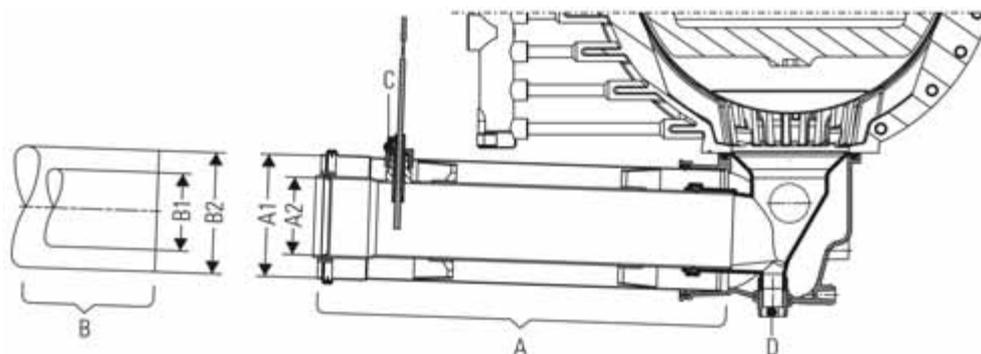

Figura 3-6 Misure dei raccordi LAS Collegamento della caldaia A1 BG xxi
- Collegare la caldaia a gas a condensazione all'impianto di scarico fumi all'interno del locale di installazione (per le misure dei raccordi vedere Figura 3-6 e tabella 3-3).